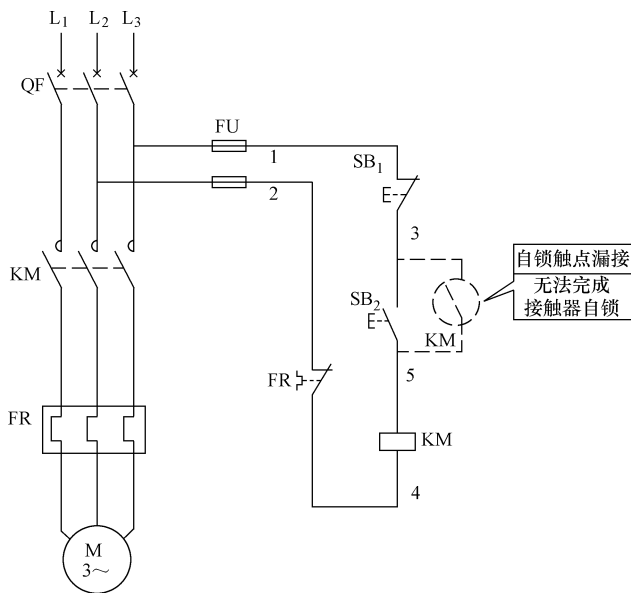

图 3-9 忘记接自锁电路引起的电动机点动运行
- 3) 新装设备忘记接自锁电路, 接触器起动后无法完成自锁, 如图 3-9 所示, 应将自锁触点并联在起动按钮  $SB_2$  两端。